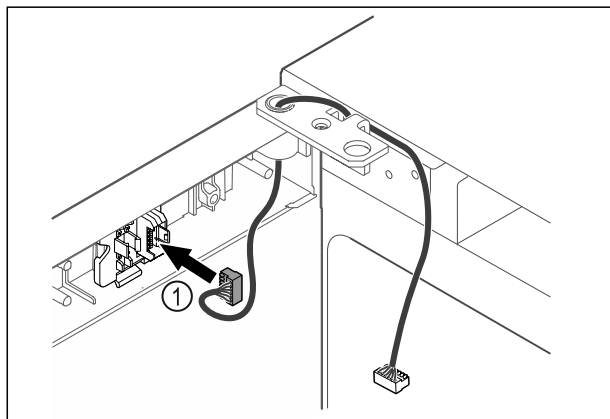

Fig. 45
- Вкарайте щекера Fig. 45 (1) в държача на щекера.